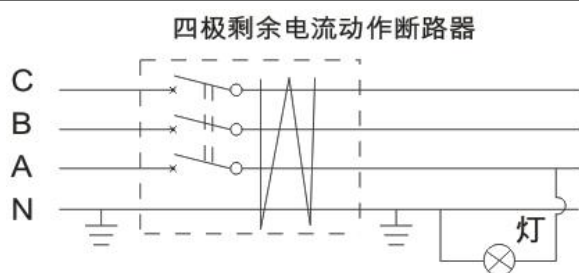

图 30 错误接线
8.3.2 如果负载侧的零线重复接地，当发生漏电故障时，漏电电流有一部分经零线接地点分流，结果使电流差值变小，此值小于整定动作电流时，就会拒动(见图 30)。